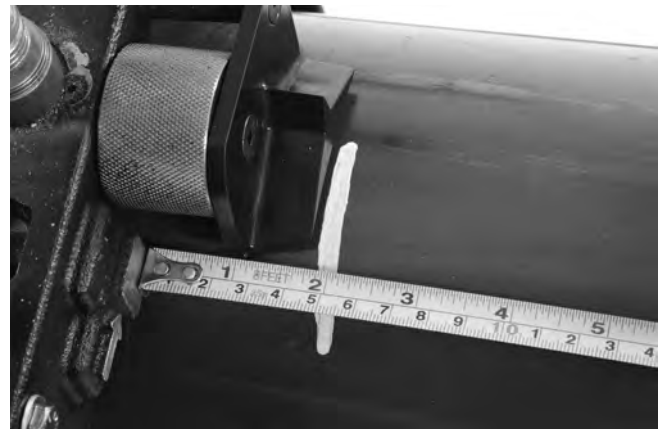

Figure 10 – Alignement du point de coupe
- Alignez le patin d'alignement à 2" (50 mm) du point de coupe voulu (Figure 10). La coupe doit être située à un minimum de 1" (25 mm) de l'extrémité du tuyau. Cela empêchera la chute de la coupe de se loger dans le carter de lame et endommager la lame. Ne pas utiliser cette scie pour finir l'extrémité des tuyaux.